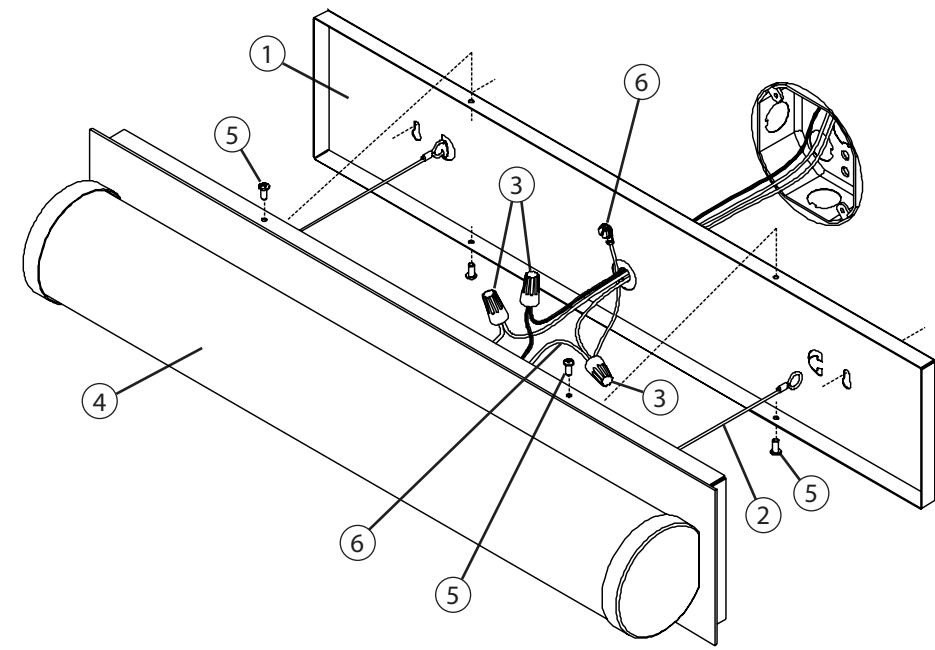

Figure 1
5. Si les règlements locaux le permettent et s'il n'y a pas de boîtier de raccordement, le luminaire peut être installé sans pavillon (4) en retirant les vis retenant le pavillon (4) à la plaque arrière et en laissant le pavillon (4) de côté.
6. Insérer les vis à bois ou les boulons préinstallés dans les trous de montage déjà percés. Maintenir le luminaire à niveau, serrer les vis ou les boulons jusqu'à ce que le luminaire soit bien fixé. Voir la figure 1.
7. Attacher la plaque arrière (1) à la boîte de raccordement à l'aide de 2 vis de 1/2 po (2). Voir la figure 1.
9. Utiliser les capuchons de connexion (3) pour connecter le fil de mise à la terre vert (6) au fil de mise à la terre cuivre nu, puis relier le câble du luminaire noir au câble d'alimentation noir et le câble du luminaire blanc au câble d'alimentation blanc. Voir la figure 1.
10. Sans coincer les câbles, placer le boîtier d'assemblage (4) par-dessus la plaque arrière (1) en alignement avec les trous de montage. Insérer les 4 vis à tête cylindrique (5) et serrer.
6. Insert wood screws or the pre-installed toggle nuts and bolts into the previously drilled mounting holes. Hold the fixture level and tighten the screws or toggle bolts until the fixture is secure. See Fig. 1.
7. Attach the Backplate (1) to the junction box using two 1/2" screws (2). See Fig. 1.
9. Use Wirenuts (3) to connect the Green Ground Wires (6) to the bare copper ground wire, the black fixture wire to the black power supply wire and the white fixture wire to the white power supply wire. See Fig. 1
10. Without pinching the wires, position the Housing Assembly (4) over the Backplate (1) with the mounting holes aligned. Insert the 4 Pan Head Screws (5) and tighten.
6. Inserte los tornillos de madera o las tuercas y los pernos acodados preinstalados en los orificios de montaje previamente perforados. Mantenga el nivel del montaje, ajuste los tornillos o pernos acodados hasta que el montaje esté asegurado. Consulte la Fig. 1.
7. Instale la placa posterior (1) en la caja de unión usando los dos tornillos de 1/2" (2). Consulte la Fig. 1.
9. Use tuercas para cables (3) para conectar los cables verdes de puesta a tierra (6) al cable de cobre pelado de puesta a tierra, el cable negro del montaje al cable de alimentación negro y el cable blanco del montaje al cable de alimentación blanco. Consulte la Fig. 1.
10. Sin apretar los cables, coloque el conjunto de la carcasa (4) sobre la placa posterior (1) con los orificios de montaje alineados. Inserte los 4 tornillos de cabeza plana (5) y ajuste.